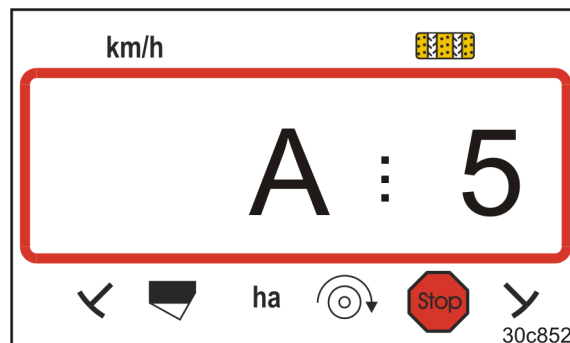

Рис. 30
- появляется индикация (Рис. 30);